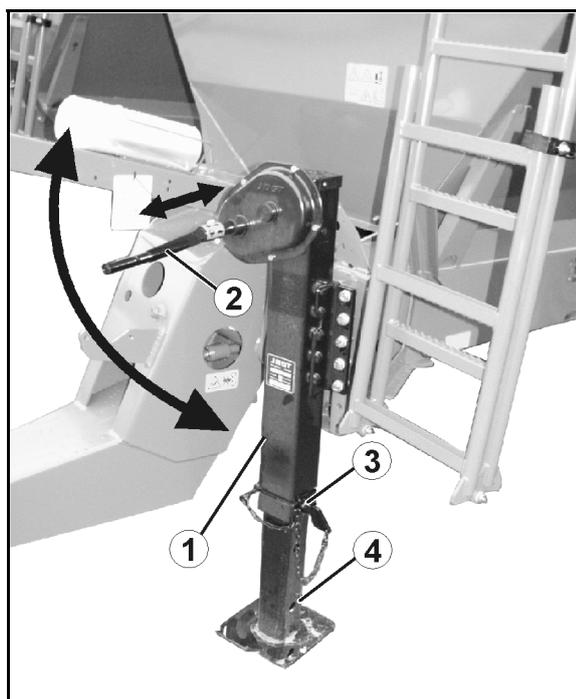

Fig. 56
1. Stützfuß (Fig. 56/1) über Handkurbel (Fig. 56/2) bis zum Anschlag hochkurbeln.
2. Bolzen (Fig. 56/3) aus Stützfuß ziehen.
4. Bolzen in unterer Bohrung (Fig. 56/4) abstecken und sichern.
1. Stützfuß-Innenteil festhalten und Bolzen (Fig. 56/3) aus Stützfuß ziehen.
4. Stützfuß (Fig. 56/1) über Handkurbel (Fig. 56/2) bis zum Anschlag herunterkurbeln, bis das Zugmaul entlastet ist.